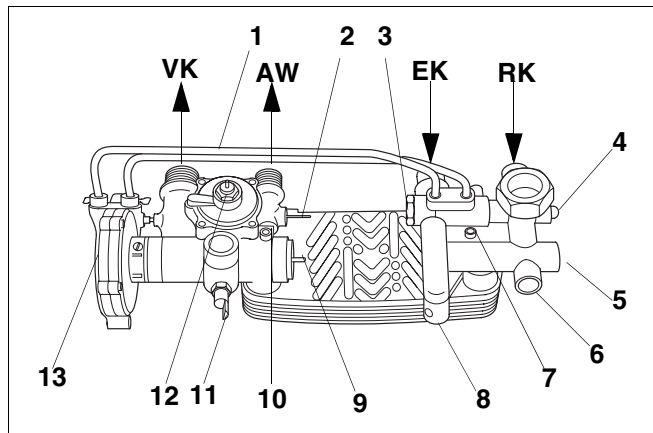

Рис. 31 Гидравлический блок комбинированного устройства
- Отвернуть крепежные винты теплообменника горячего водоснабжения (рис. 31, поз. 7 и 10) и вытянуть вниз теплообменник горячего водоснабжения.
- Выкрутить сетку очистки холодной воды (рис. 31, поз. 3) с помощью обычного гаечного ключа (SW 24).
Легенда к рис. 31: